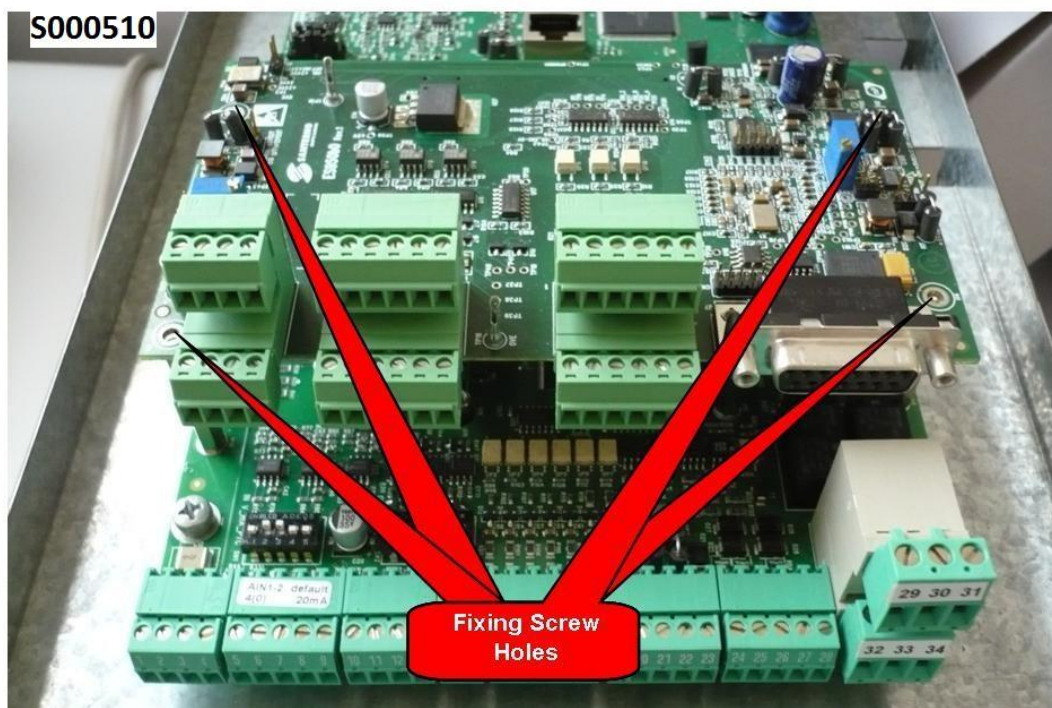

Figura 151: Fissaggio della scheda ES950 dentro l'inverter
4. Inserire la scheda nello slot C facendo attenzione ad allineare correttamente i pettini dei contatti con i due connettori dello slot (CN7A e CN7B). Se la scheda è correttamente installata si ha l'allineamento tra i quattro fori di fissaggio e le corrispondenti sedi delle viti delle colonnette metalliche di supporto. Dopo aver controllato il corretto allineamento serrare le quattro viti di fissaggio della scheda come mostrato nella Figura 151.